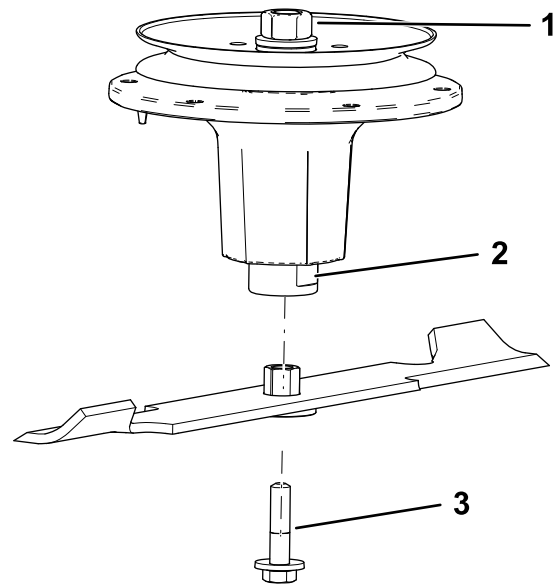

Figura 93
2. Instale el conjunto de casquillo/cuchilla en el eje (Figura 93).